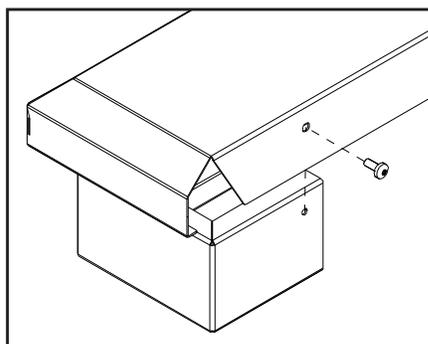

Figure 37: Installation de l'étagère au base de montage
Les prises de pression se localisent en haut et à droite de la vanne illustrée dans la figure 37.
1. La vis de réglage peut être atteint par l'avant de l'appareil à l'aide d'une tournevis avec une lame de 10 pouces de longueur (voir la Figure 37 pour l'emplacement sur la soupape).